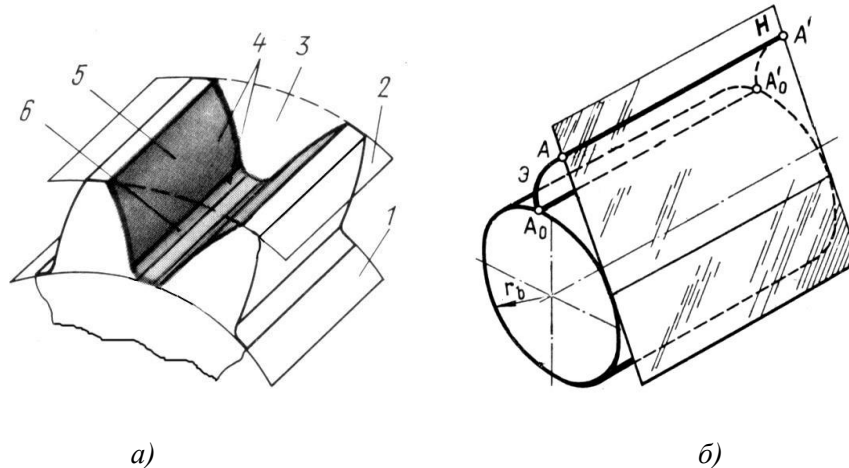

Рис. 1
Розглянемо основні елементи зубчастого колеса (рис. 1, а). Циліндрична поверхня (1), що відокремлює зубці від тіла зубчастого колеса, називається поверхнею западин зубців. Циліндрична поверхня (2), що обмежує зуби по висоті – поверхня вершин зубців. Простір між двома сусідніми зубцями (3) – западина. Поверхня, що обмежує зуб зі сторони западини (4), називається бічною поверхнею зуба. Поверхня, що обмежує зуб зі сторони западини (4), називається бічною поверхнею зуба.
Головною поверхнею, як зазначалось вище, найчастіше є евольвентна поверхня. Її можна подати як сукупність цілком однакових евольвент, що розміщені у площинах, перпендикулярних до осі колеса. Ці евольвенти є траєкторіями точок твірної прямої AA_0 , що належить площині H , яка перекочується по основному циліндру без ковзання (рис. 1, б).